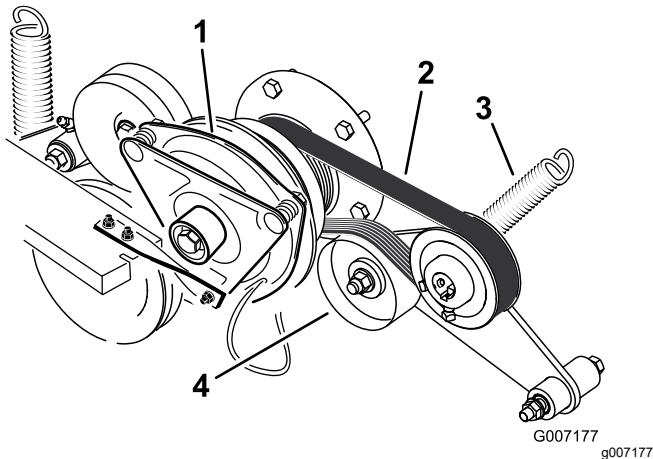

Bild 89
3. Entfernen Sie die Feder vom Spannarm (**Bild 89**).
4. Legen Sie einen neuen Riemen um die Riemenscheibe des Motors und der Hydraulikpumpe (**Bild 89**).
6. Haken Sie die Feder wieder in den Spannarm (**Bild 89**).